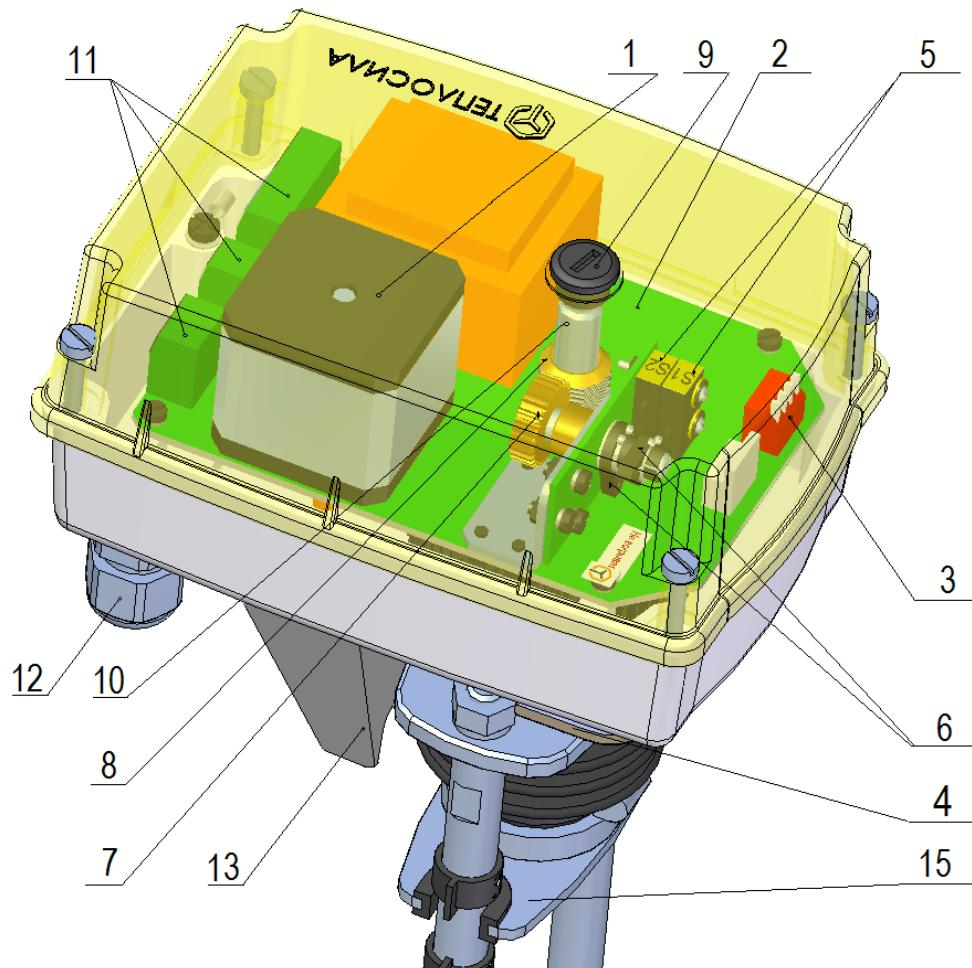
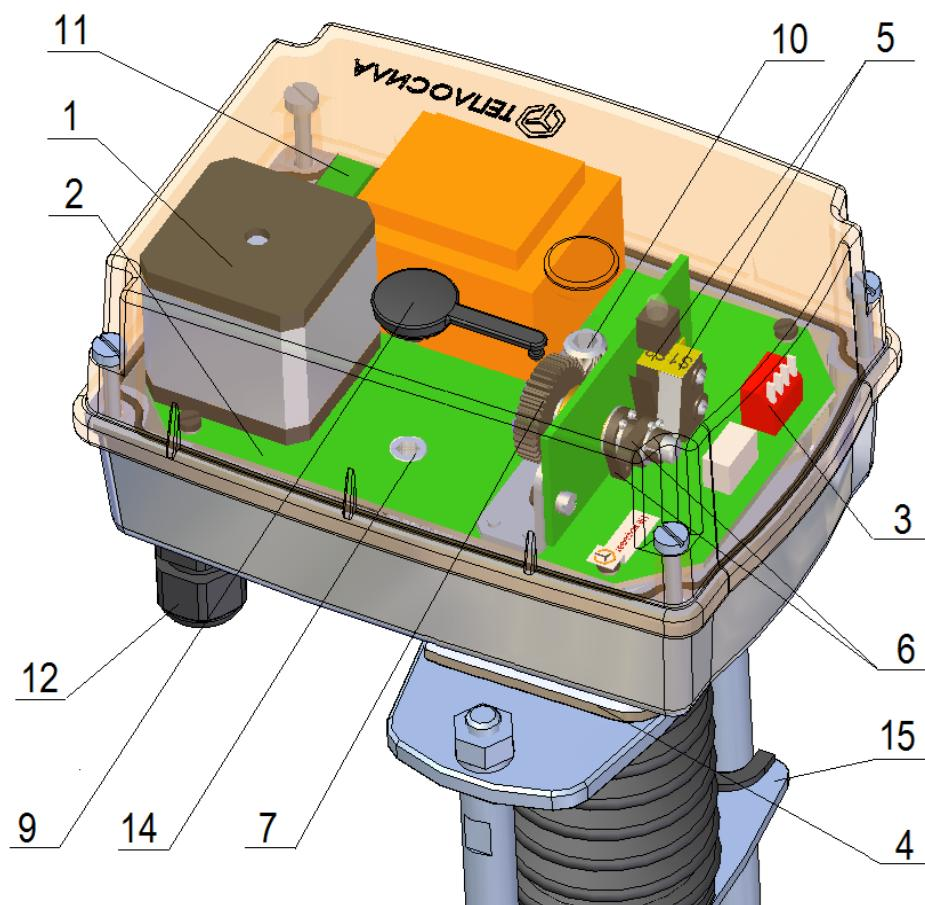

Рисунок 1 – Общий вид TSL-1200-1, TSL-1600-1(1R), TSL-2200-1(1R,1S),
Рисунок 2 – Общий вид TSL-6000-1
Электропривод в выключенном состоянии имеет возможность управления выходным органом с помощью ручного дублера (4) (рисунки 1 и 2) - шестигранный ключ 5мм (установлен на корпусе), который через отверстие в верхней крышке, предварительно открыв пробку (9), вставляется в отверстие в валу (10) (рисунок 1), или в отверстие шестерни (14) (рисунок 2).